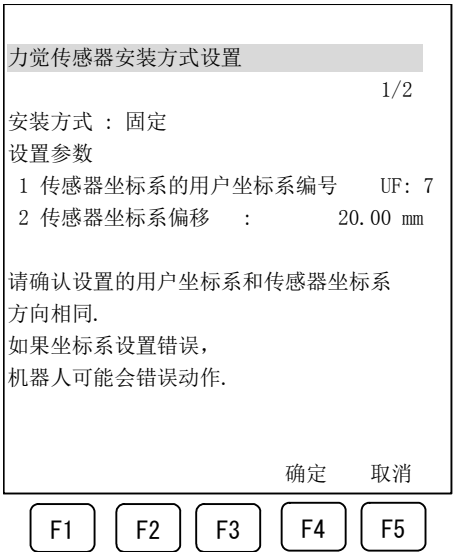

图 C.4.4(c) 固定式传感器用传感器坐标系设置画面 3
- 如图 C.4.4(d)所示，显示力觉数据。可按照此画面上的指示，确认力觉数据的输出。确认完成后，请按下 F4 “设置”。设置新的传感器坐标系。力觉数据的输出不正确时，请按下 F5 “取消”，予以取消。请确认用户坐标系和力觉传感器校准数据等。